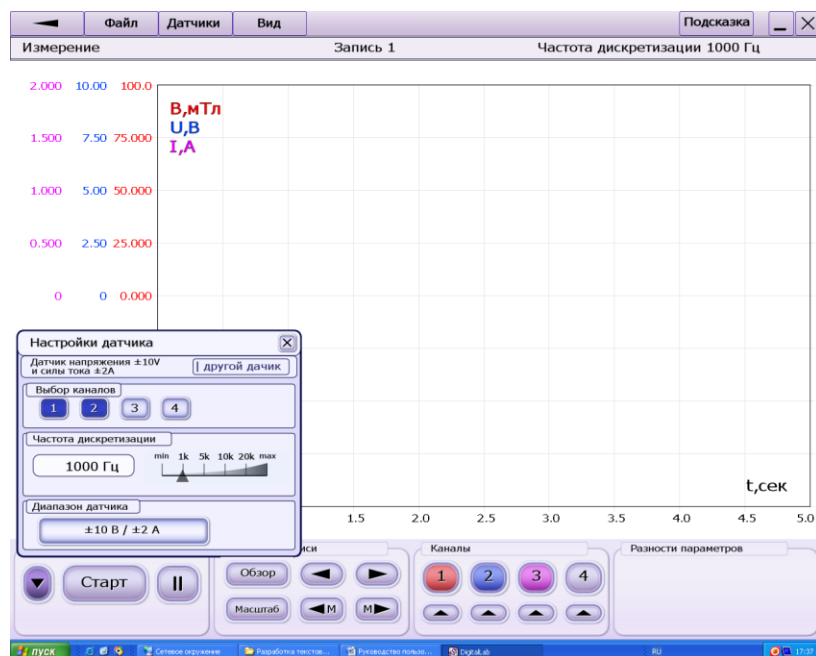

Рис.15
- кнопка с символом стрелки для перехода к выпадающему меню настройки датчиков (см. рис. 15).